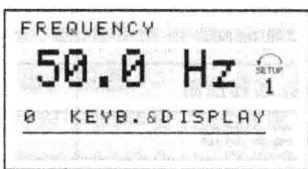
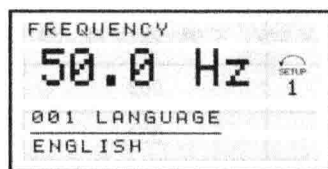
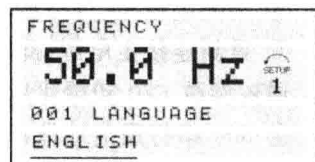

图 1-12 菜单模式
图 1-13 参数状态/值
图 1-15 “参数 001”更改画面
(1) 按下 [MENU](菜单)键将启动菜单模式 如图 1-12 所示为菜单模式,使用菜单模式可以访问所有参数,参数分为若干组,LCP 显示器上的第三行显示参数组代码和名称,图 1-12 中的“0”就是 0 组,参数组的选择由控制面板中的左右箭头键 [◀/▶]控制,选定所需的参数组后,可通过 [◀/▶]键选择每个参数,LCP 显示器的第四行显示所选参数的状态/值,图 1-13 所示为参数状态/值,图中“001”表示 0 组的第一个参数代码——LANGURGE(语言),ENGLISH(英语)就是要选择的参数“001”的一个选择值。
(1) 更改文本值 如果所选参数是文本值,则使用[◀/▶]键更改文本值,显示器上最底端一行显示当以 [OK](确认)键确认时将输入(保存)的文本值,具体操作如下(以图 7 为例):当选择图 1-13 中“参数 001”作为数据更改项时,这时按下 [CHANGE DATA](更改数据)键后,出现如图 1-15 所示的“参数 001”更改画面,在第四行上要更改的文本值下面出现下划线,通过[◀/▶]键选择要更改的文本值(ENGLISH),要接受新设置,按下 [OK](确定)键;要放弃,按下 [CANCEL](取消)键。